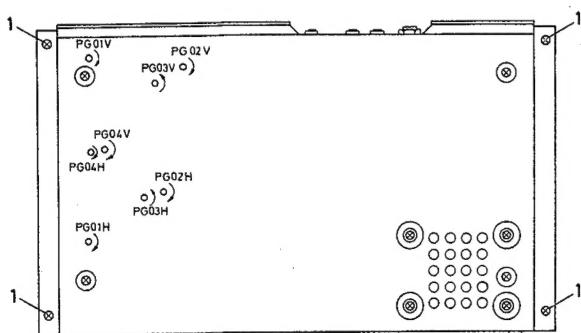

Fig.1
1. Borttag de fyra skruvarna (1) fig 1 på apparatens undersida.